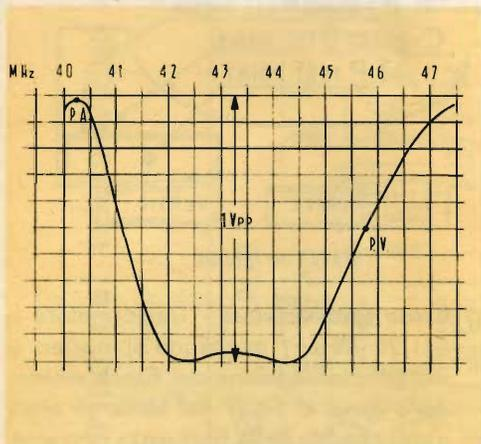

Fig. 7 - Curva di risposta della media frequenza.
- 1) **Uscita sintonizzatore** - Trasformatore L_1 (41,25 MHz); avvitando il nucleo si varierà l'inclinazione del fianco sinistro della curva di fig. 7 nel senso di allargare la banda della frequenza passante.
Queste operazioni, ripetute più volte, dovrebbero portare ad osservare sull'oscilloscopio una curva di media frequenza molto simile a quella di fig. 7.